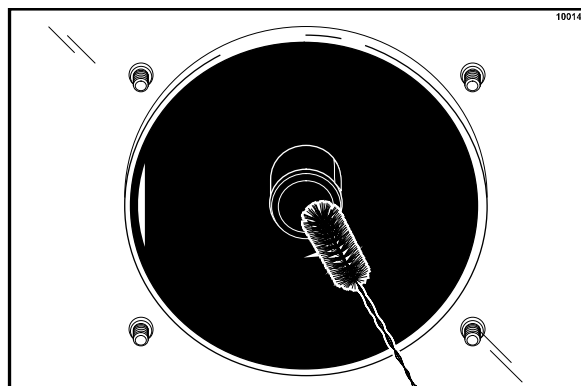

Figure 108
- Revenir à l'unité avec une petite quantité de solution de nettoyage. Avec la brosse noire, nettoyer les paliers du carter arrière, à l'arrière des cylindres de réfrigération (Cf. Figure 108).